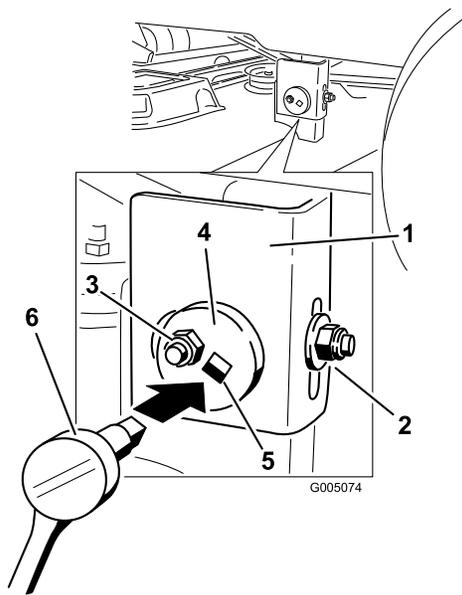

Figura 43
7. Mueva al lado izquierdo de la máquina. Afloje, pero no retire, la tuerca de bloqueo trasera de la barra de soporte (Figura 43).
8. Afloje la tuerca de bloqueo lateral de la barra de soporte lo suficiente para permitir ajustar la placa excéntrica (Figura 43). Utilice una llave de extensión de 3/8 pulgada de una llave de tubo para manipular la placa excéntrica. Utilice la llave para ajustar la altura de la plataforma del cortacésped a la altura deseada.
9. Cuando la plataforma esté en la posición deseada, apriete la tuerca de bloqueo lateral de la barra de soporte para fijar la posición nueva (Figura 43). Apriete la tuerca de bloqueo trasera de la barra de soporte.